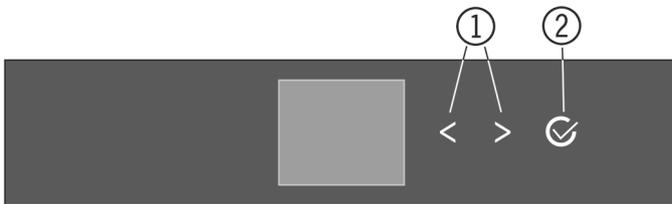
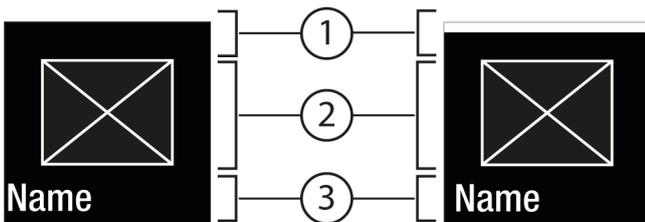
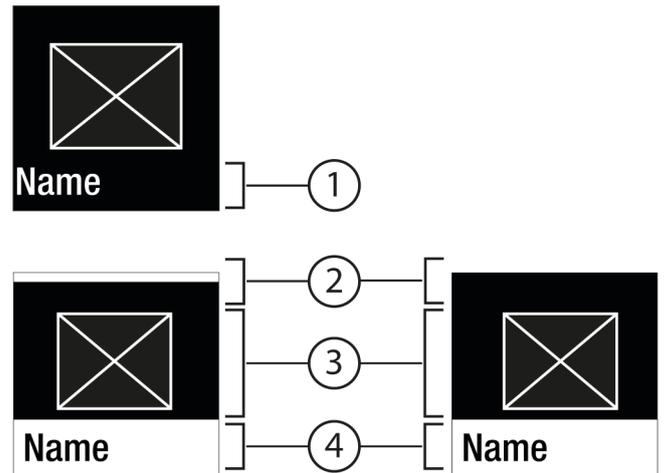

Fig. 5
Fig. 6
Fig. 7
(1) Navigationspfeil links / rechts (2) Bestätigen
Navigationspfeil links / rechts Fig. 5 (1):
Bestätigen Fig. 5 (2):
- Mit Navigationspfeil links / rechts Fig. 5 (1) navigieren.
- Mit Bestätigen Fig. 5 (2) das Untermenü Fig. 7 (4) aufrufen.
- Neuen Wert einstellen: Mit Bestätigen Fig. 5 (2) einen deaktivierten Wert Fig. 6 (1) auswählen.
- Zurück ins Menü: Mit Bestätigen Fig. 5 (2) den bereits aktivierten Wert Fig. 6 (2) auswählen.
- ▶ Navigationspfeile *Fig. 5 (1)* so oft drücken, bis Funktion angezeigt wird.
- ▶ Bestätigen *Fig. 5 (2)* drücken.
- ▶ Navigationspfeile *Fig. 5 (1)* so oft drücken, bis die Funktion angezeigt wird.
- ▶ Mit Navigationspfeilen *Fig. 5 (1)* Einstellungswert wählen.
- ▷ Status: aktiviert *Fig. 6 (1)* erscheint kurz im Untermenü *Fig. 7 (4)*.
- ▶ Navigationspfeile *Fig. 5 (1)* so oft drücken, bis Einstellungen  angezeigt wird.
- ▶ Navigationspfeile *Fig. 5 (1)* so oft drücken, bis die gewünschte Einstellung angezeigt wird.
- ▶ Bestätigen *Fig. 5 (2)* 3 Sekunden lang drücken.